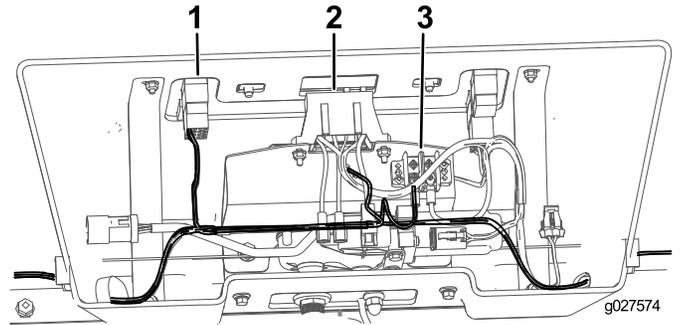

Bild 12
3. Schließen Sie den Kabelbaum am Schalter, am Sicherungsblock und an der Erdungsklemme an (**Bild 12**).